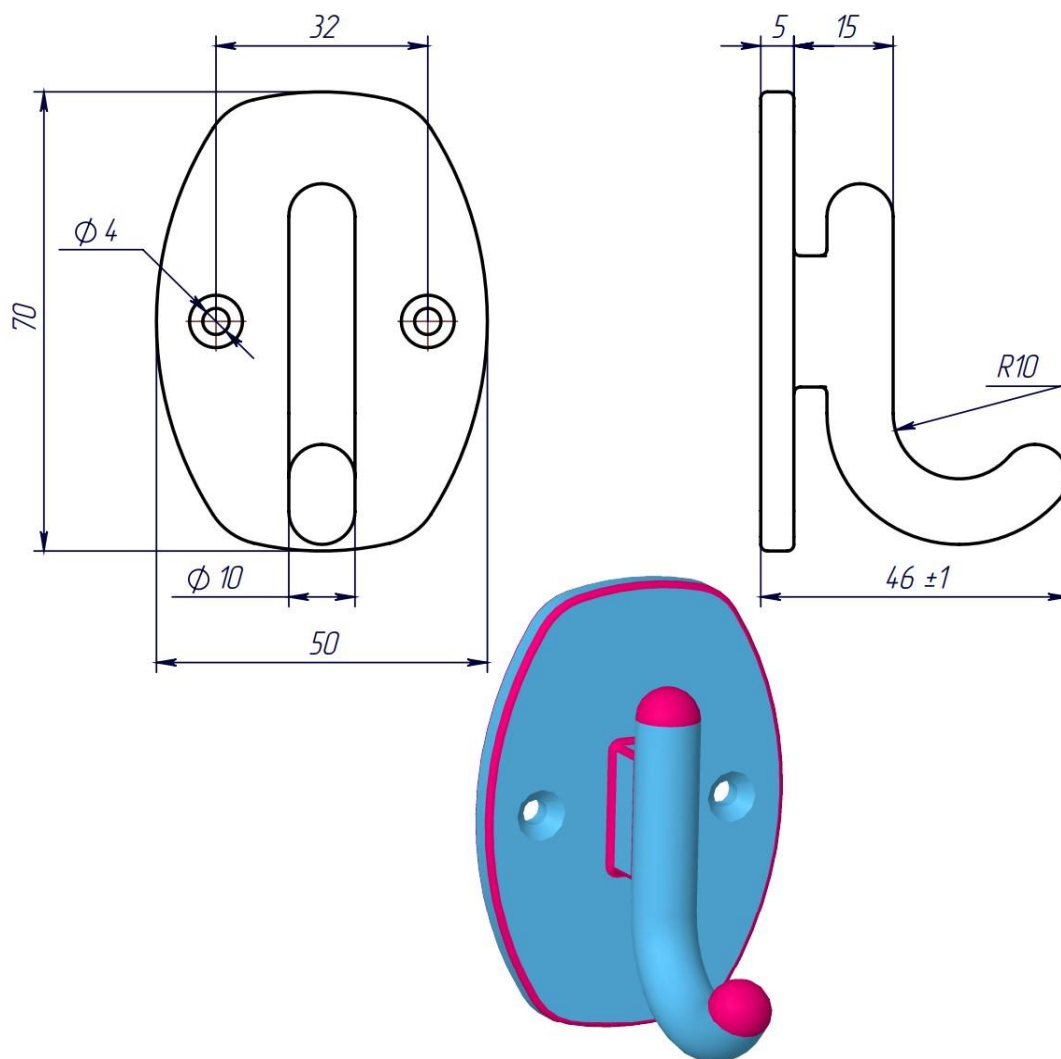

Рисунок 1 – Оригинальная модель изделия «Крючок»
- Толщина пластины 5мм, форма контура - выпуклая фигура (см. Рисунок 1).
толщина пластины 5мм, форма контура - выпуклая фигура (см. Рисунок 1)	1 балл (-ов/а)